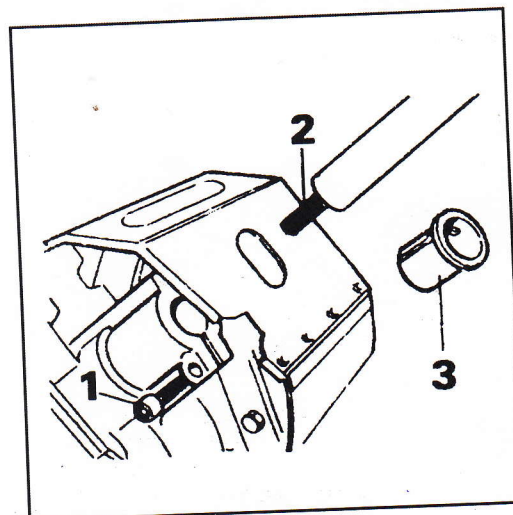

Fig. 2
**Fig. 2** - Monte o cultivador e fixe-o com o parafuso (1). Se o cultivador não se engatar na caneladura do eixo de transmissão (2), gire-o de modo apropriado à direita ou à esquerda.